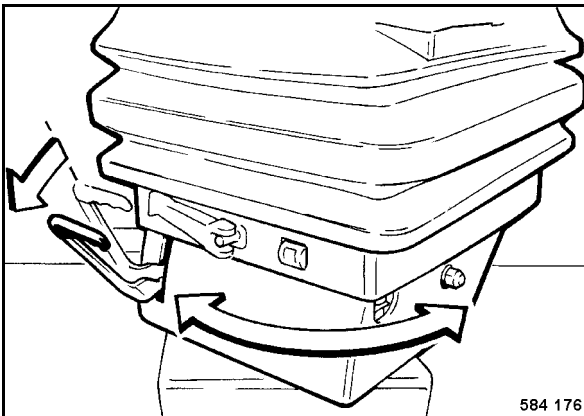

Fig. 80
- Para girar el asiento** hay que apretar la palanca (Fig. 80) hacia abajo y girar el asiento en la posición deseada.